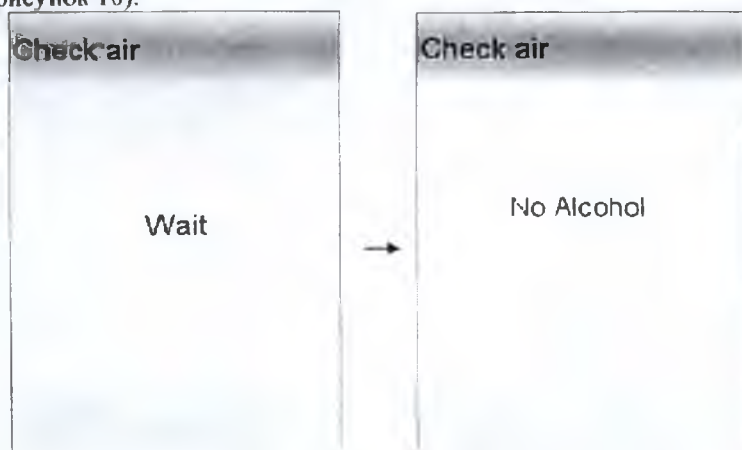
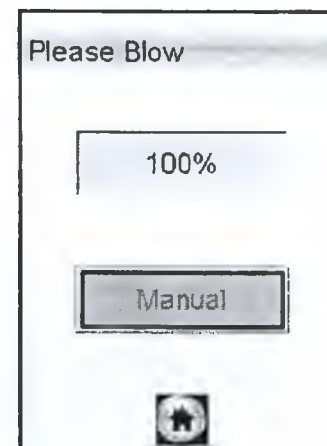

Рисунок 9 – Проверка воздуха
Рисунок 10 – Готовность к отбору пробы
2.7.5 Нажмите виртуальную кнопку «Start» для начала процедуры измерения. В этот момент произойдет отбор пробы воздуха из мундштука (будет слышен двойной щелчок срабатывания заборной системы) для проверки его на отсутствие паров этанола, а также на отсутствие остаточного алкоголя в заборной системе анализатора (рисунок 9, слева).
Если в мундштуке и заборной системе алкоголь не обнаружен, на дисплее появится сообщение «No Alcohol» (рисунок 9, справа), и анализатор перейдет в режим готовности к отбору пробы (рисунок 10).
2.7.6 При готовности анализатора к отбору пробы (рисунок 10) выполните выдох согласно 2.7.7 настоящего РЭ.
Для повторного выдоха нажмите виртуальную кнопку «**Test Again**», и после появления на дисплее окна готовности к отбору пробы (рисунок 10), обследуемый должен повторить выдох согласно 2.7.7 настоящего РЭ.
Для этого при готовности анализатора к отбору пробы (рисунок 10) переместите курсор с помощью кнопки **A** или **B** на виртуальную кнопку «Manual» и во время выдоха обследуемого активируйте ее кратковременным нажатием на кнопку вкл/выкл, при этом анализатор произведет ручной отбор пробы – будет слышен щелчок срабатывания заборной системы.